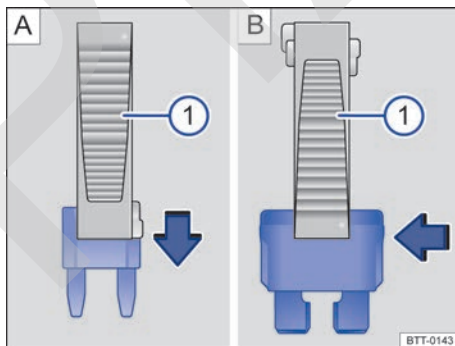

Fig. 201 Extraer o colocar el fusible enchufable plano con las pinzas de plástico: **A** MINI, **B** ATO.
- En el caso de los fusibles enchufables planos, en función del tipo de fusible, desplace los extremos adecuados de las pinzas → fig. 201 o → fig. 201 sobre el fusible en el sentido de la flecha.